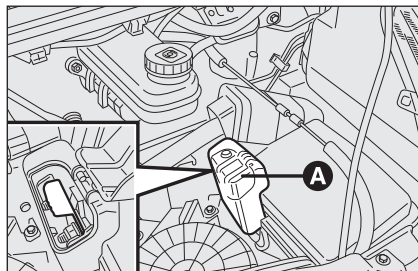

fig. 1
- soulever le volet **A** pour rejoindre la connexion au pôle positif de la batterie **fig. 1**.